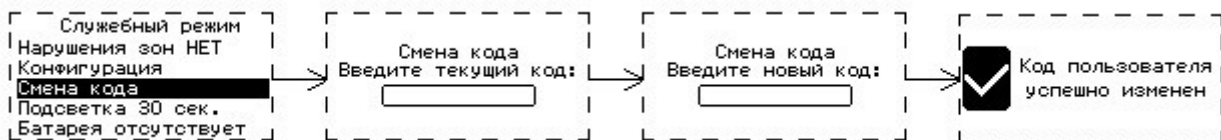

Рис.6.6 Изменение кода пользователя
- 1 Нажать на встроенной клавиатуре клавишу , на ЖК-дисплее будет отображаться экран служебного режима (рисунок 6.6).
- 5 В случае успешного изменения кода, на ЖК-дисплее отображается сообщение об успешной смене кода пользователя (рисунок 6.6), прибор издает 2 коротких звуковых сигнала подтверждения. В случае ошибки изменения кода пользователя (текущий код не найден в памяти прибора), на ЖК-дисплее отображается сообщение об ошибке изменения кода пользователя, прибор издает длинный одиночный звуковой сигнал низкого тона (сигнал ошибки).